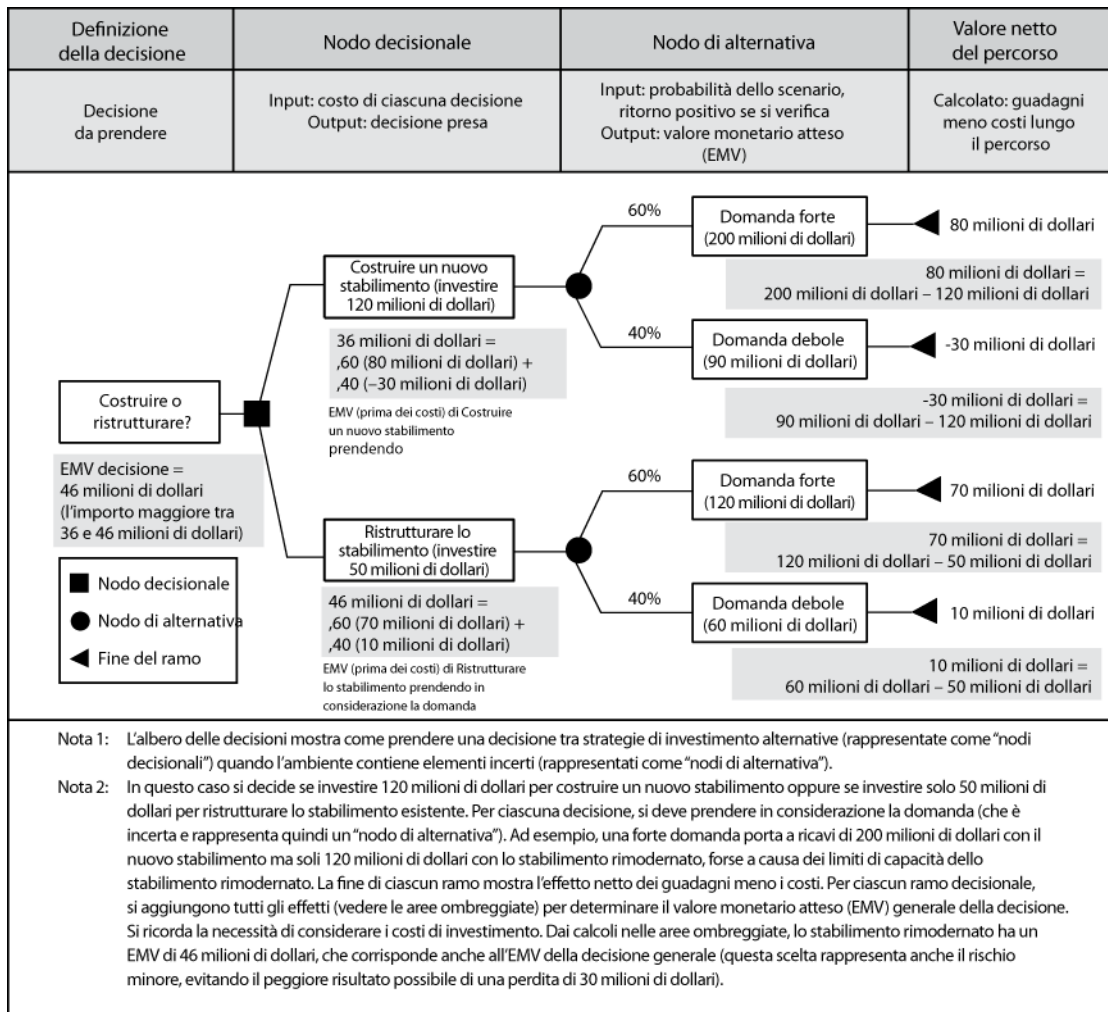

Figura 11-15. Diagramma dell'albero delle decisioni
- **Analisi del valore monetario atteso.** L'analisi del valore monetario atteso (EMV) è un concetto statistico che calcola il risultato medio quando il futuro include scenari che possono concretizzarsi o meno (ad es. analisi in condizioni di incertezza). L'EMV delle opportunità sarà generalmente espressa con valori positivi, mentre quella delle minacce sarà negativa. L'EMV richiede un atteggiamento neutro nei confronti del rischio, né contrario né favorevole. L'EMV per un progetto si calcola moltiplicando il valore di ciascun risultato possibile per la sua probabilità di accadimento e sommando i prodotti. Questo tipo di analisi si utilizza comunemente nell'analisi dell'albero delle decisioni (Figura 11-15).